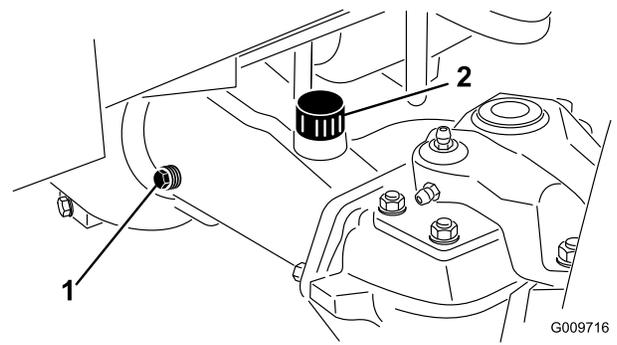

Figura 66
2. Retire um tampão de verificação (Figura 66) de uma das extremidades do eixo e certifique-se de que o lubrificante chega ao nível do orifício. Se o nível estiver baixo, retire o tampão de enchimento (Figura 66) e adicione lubrificante suficiente para ficar ao nível dos orifícios do tampão de verificação.